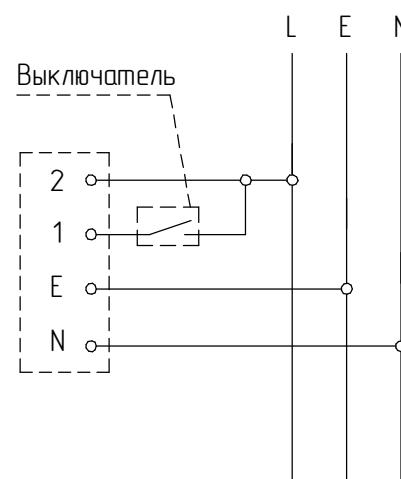
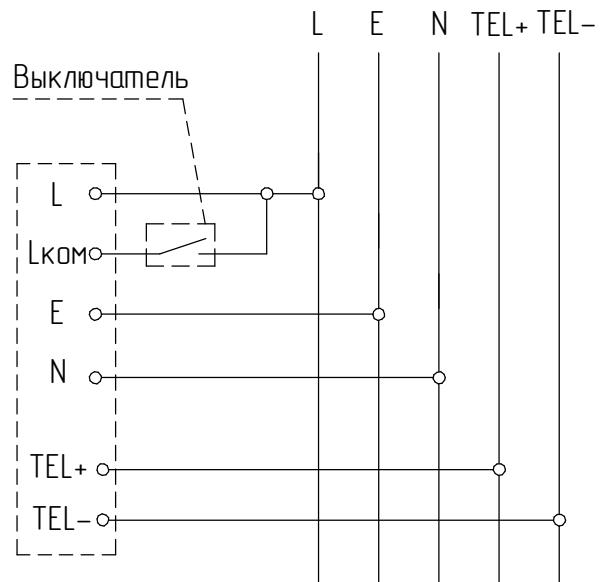

Рисунок 3 - Схема подключения светильника с аварийным блоком питания к сети
Рисунок 4 - Схема подключения светильников с аварийным блоком питания и функцией TELECONTROL к сети
5.7 Подсоедините корпус к сети. Проверьте надежность заземления (рис. 3).
5.8 Подключение светильника с аварийном блоком питания производить согласно схеме (рисунок 3). Подключите фазовый провод некоммутированной сети освещения (т.е. между фидером и светильником не должно быть никаких выключателей, кроме автоматов защиты) к клемме 2, а *фазовый провод* коммутированной сети к клемме 1. Подключение светильника с аварийном блоком питания с функцией TELECONTROL производить согласно схеме (рисунок 4.)